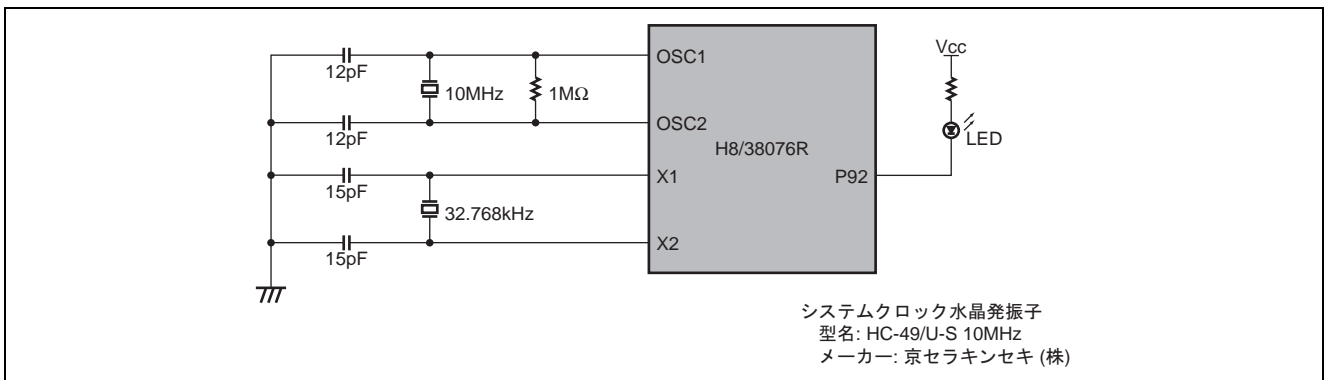

図 1 サブアクティブモードへの遷移におけるブロック図
- 図 1 にサブアクティブモードへの遷移におけるブロック図を示します。